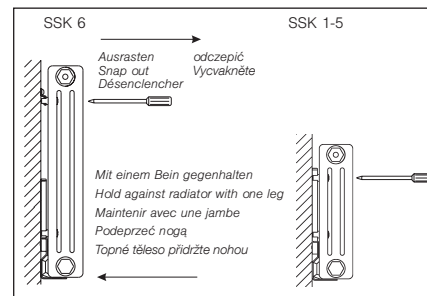
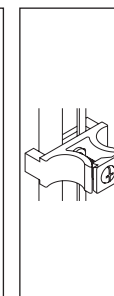

Abb. 7
Abb. 8
D **Abb. 7, 8, 9** Schraube (4) soweit lösen, bis sich das Klemmstück um 90° drehen läßt (siehe Abb. 8) Position des Schlitzes (3) ist jetzt senkrecht. Beim Abnehmen des Heizkörpers muß durch Gegenstellen eines Beines im unteren Bereich ein Abrutschen verhindert werden.
GB **Fig. 7, 8, 9** Loosen the screw (4) until the clamping piece can be turned by 90° (see fig. 8). The slit is now vertical. When removing the radiator, hold against it at the bottom with one leg to prevent it slipping off the brackets.
F **Fig. 7, 8, 9** Dévisser la vis (4) jusqu'à ce que le crapaud de fixation puisse se tourner de 90° (voir Fig. 8). La position de la fente (3) est maintenant verticale. Lors du retrait du radiateur, placer une jambe contre le bas de celui-ci, afin d'éviter qu'il ne dérape pas.